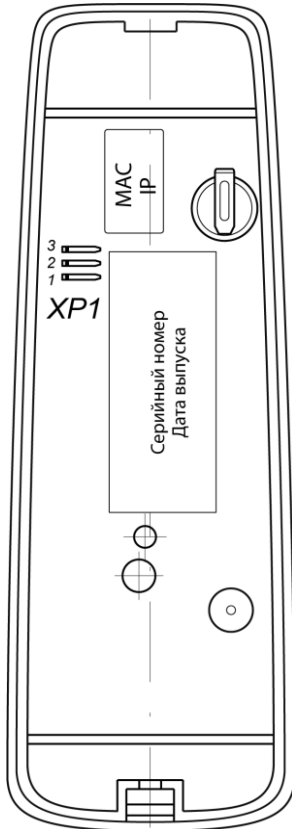

Рисунок 1. Внешний вид тыльной стороны контроллера
Выбор способа задания IP-адреса контроллера осуществляется установкой или снятием перемычки (джампера) на разъем **XP1** на тыльной стороне контроллера. Расположение разъема **XP1** указано на рис. 1. Возможны следующие способы задания IP-адреса:
6. При необходимости изменения способа задания IP-адреса контроллера (см. разд. 5.7) установите перемычку (джампер) на разъем **XP1** согласно табл. 1. Расположение перемычки указано на рис. 1.